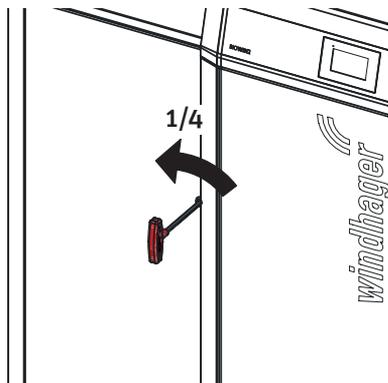

Fig. 60 Verkleidungstür mittels Innensechskantschlüssel öffnen
- ▶ Verkleidungstüre mittels Steckschlüssel öffnen – Fig. 60.